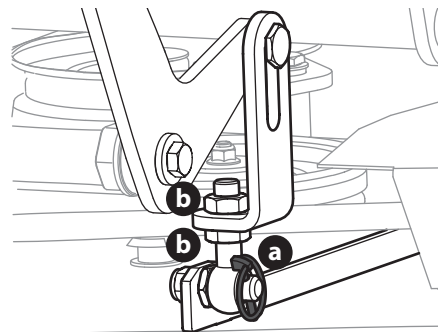

Figure 45
3. Réglez le boulon à œil (a) à l'avant gauche du plateau de coupe de manière à ce que la hauteur lame-sol à l'extrémité extérieure droite de la lame corresponde à celle de l'extrémité extérieure gauche de la lame. Pour ce faire, il faut desserrer les contre-écrous (b) sur le boulon à œil (a) et serrer le contre-écrou supérieur (b) pour lever le plateau et desserrer le contre-écrou (b) pour l'abaisser. La hauteur de l'extrémité de la lame extérieure droite est fixée par le boulon à œil avant droit (a); vous devez donc ajuster l'extrémité extérieure gauche pour qu'elle corresponde à la hauteur de l'extrémité extérieure droite (Figure 45).
4. Une fois le réglage effectué, resserrez les contre-écrous (b) (Figure 45).
3. Desserrez les contre-écrous (b) à l'arrière, à gauche et à droite des boulons à œil du plateau de coupe (a) (Figure 45).
4. Commencez par l'arrière droit pour relever l'arrière du plateau de coupe, serrez le contre-écrou supérieur (b) pour relever le plateau de coupe ou desserrez le contre-écrou supérieur (b) pour abaisser l'arrière du plateau de coupe (Figure 45).
5. Ajustez le contre-écrou (b) à l'arrière gauche pour éliminer le « jeu » de la tige filetée (Figure 45).
6. Serrez les deux contre-écrous inférieurs (b) pour fixer le réglage du plateau de coupe (Figure 45).
7. Le réglage final consiste à éliminer le « jeu » de la tringlerie arrière gauche si l'arrière du plateau de coupe est relevé, en réglant les contre-écrous (b) sur le boulon à œil (a). Desserrez les contre-écrous (b) et serrez le contre-écrou supérieur (b) pour éliminer le « jeu » (Figure 45).
8. Dans de nombreux cas, il sera nécessaire de régler la hauteur du plateau de coupe en utilisant à la fois les boulons à œil (a) et le réglage de l'inclinaison pour obtenir les hauteurs correctes entre la lame et le sol. Si vous vous souvenez que le réglage de la pointe de la lame avant droite est fixe et que vous nivelez à cette hauteur, le réglage du plateau de coupe sera simplifié (Figure 45).